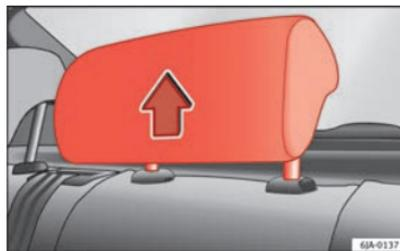

Fig. 5 Appuie-tête en position d'utilisation
- Trois positions **d'utilisation** ⇒ fig. 5. Dans ces positions, l'appuie-tête se comporte comme un appuie-tête normal, qui protège les occupants de la banquette arrière en plus de la ceinture de sécurité.